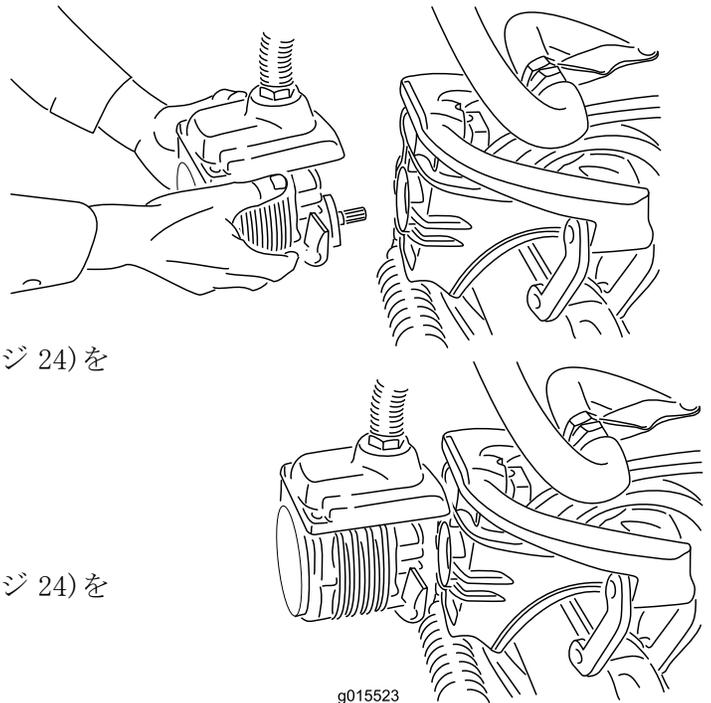

図 40
4. 外したモータは、サスペンション・アームの前面にある一時保管位置にセットしておく(図 40)。